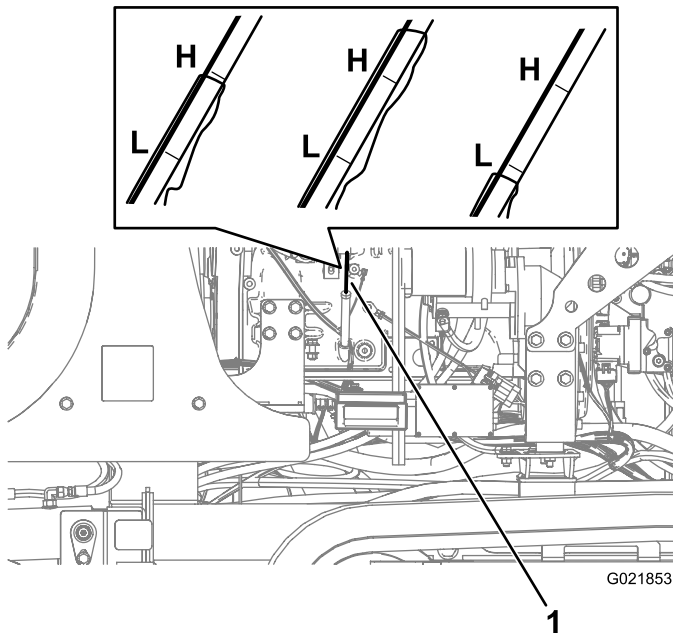

Bild 122
3. Nehmen Sie den Peilstab (Bild 122) heraus und wischen Sie ihn sauber.